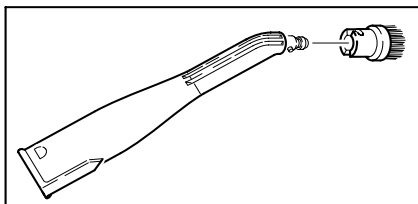

Figura 5
- Duza punctiformă (D1) poate fi utilizată și cu peria cilindrică (D2) (vezi figura 5). Pentru aceasta introduceți ambele